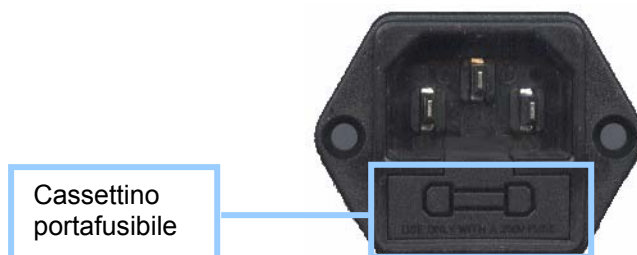

Fig. 11 Particolare presa d'alimentazione elettrica
- Sostituire il fusibile estraendolo dall'apposito cassetto, posizionato all'interno della presa di alimentazione elettrica (Fig. 11)